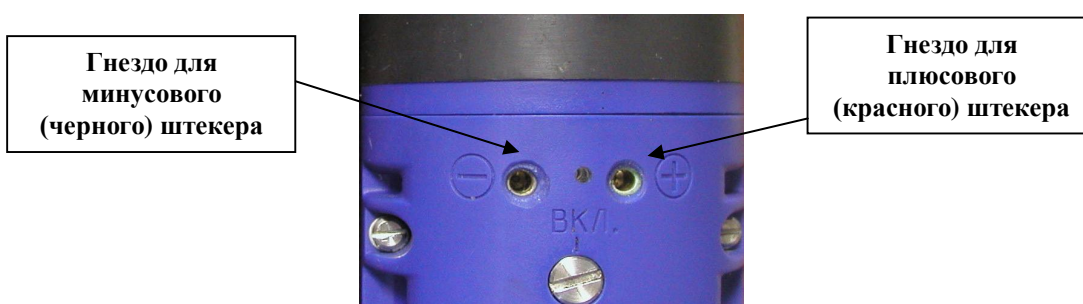

Рисунок 1.4.9. Зарядка АБДЛ «Тритон»
6. Вставьте вилку зарядного устройства в гнезда на приемном и передающем блоках (рисунок 1.4.9). При этом красный штекер вставляется в гнездо с маркировкой «+», а черный штекер в гнездо с маркировкой «-»;